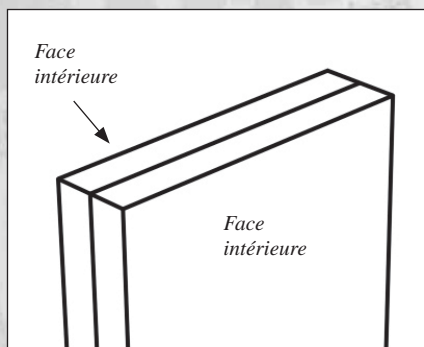

FIGURE 5 : Placez les 2 pièces face à face, parfaitement alignées. Utilisez une presse d'établi et un serre joint pour assurer le maintien.
- Placez les 2 pièces de bois parement contre parement (face extérieure contre face extérieure) comme le montre la figure 5. Repérez bien vos faces. Cela vous aidera au fur et à mesure de l'exécution.